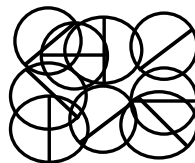

Рис. 2
– увеличивая интенсивность измерений на “подозрительной” области, не поддерживайте ориентацию преобразователя в одном и том же направлении. Осуществляйте вращение преобразователя по или против часовой стрелки перед каждым новым измерением (рис.2);